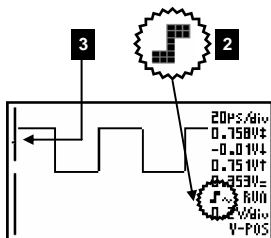

Fig 15
Een klein puntje (3) links van het scherm zal aanduiden in welke richting het signaal verschoven is (Y-positie), zodat bij het verdwijnen van het signaal buiten het scherm men weet in welke richting het verschoven is. (Fig 15).
Maintenez la touche enfoncée déplacer rapidement la position Y. Un petit point **(3)** à gauche de l'écran indique dans quelle direction le signal a été déplacé, de sorte que lorsque celui-ci disparaît de l'écran, vous savez dans quelle direction il s'est déplacé. **(Fig 15)**.
Ein kleiner Punkt **(3)** links im Bildschirm wird anzeigen, in welche Richtung das Signal verschoben wurde, so dass Sie beim Verschwinden des Signals aus dem Bildschirm wissen, in welche Richtung das Signal verschoben wurde. **((Fig 15))**.